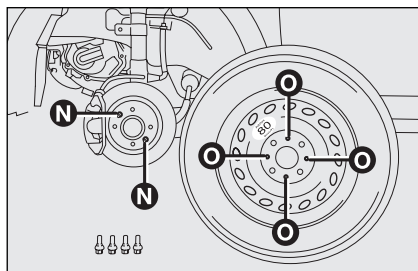

fig. 7
- ☐ montare il ruotino di scorta facendo coincidere il perno **N**-fig. 7 con uno dei fori **O** presenti sulla ruota;